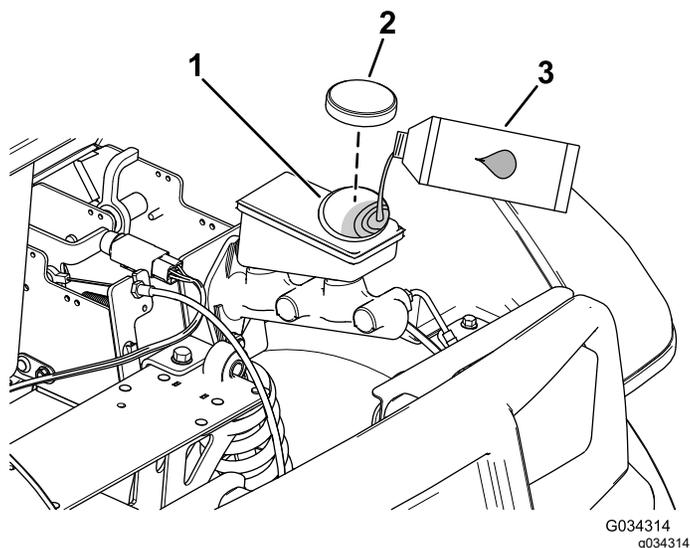

Рисунок 61
4. Поднимите капот, чтобы получить доступ к главному тормозному цилиндру и бачку (Рисунок 61).
- Очистите область вокруг крышки бачка и снимите крышку (Рисунок 61).
- Установите на место крышку бака (Рисунок 61).